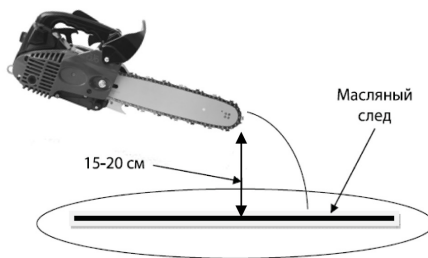

Рис. 10
2. Нажмите на курок газа до упора и дайте двигателю поработать примерно 10-15 секунд на максимальных оборотах. Под шиной должен остаться четкий масляный след (рис. 10).